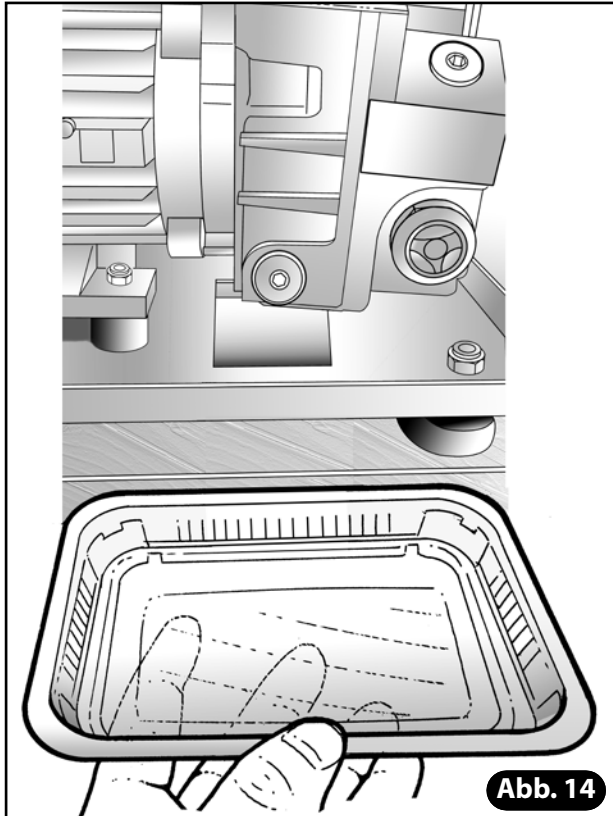

Abb. 14
- 8) Einen ausreichend großen Behälter (0,5 l) nahe der Ablassschraube stellen (**Abb. 14**). Mit dem gleichen Sechskantschlüssel die Ablassschraube abschrauben und das Öl in den Behälter abfließen lassen; dabei ungefähr 10 Minuten warten.